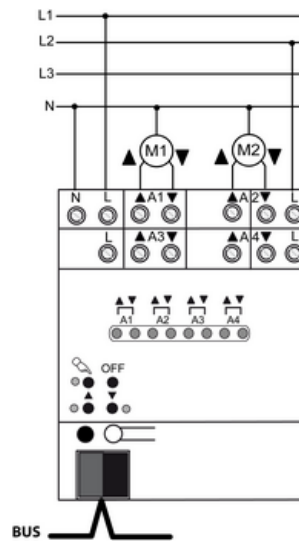

Figure 3: Exemple de raccordement avec deux moteurs
- Raccorder le câble bus avec la borne de sortie à l'actionneur de volets roulants (figure 3).
- Raccorder l'alimentation en tension secteur (figure 3).
- Raccorder les moteurs aux bornes de charge **A1** ... **A4**(figure 3).